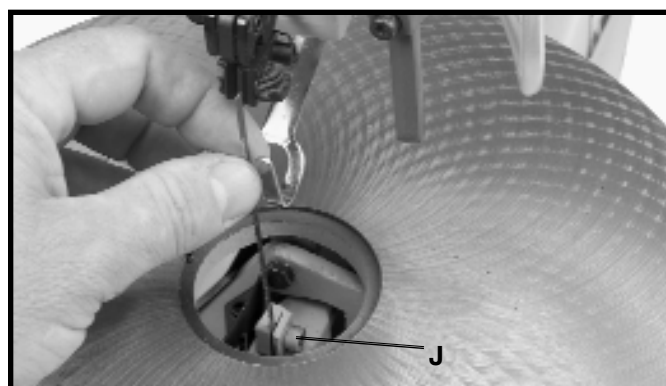

Fig. 26
7. Apriete fig. 26 del tornillo (J), en una Asamblea más baja del protector de la lámina.